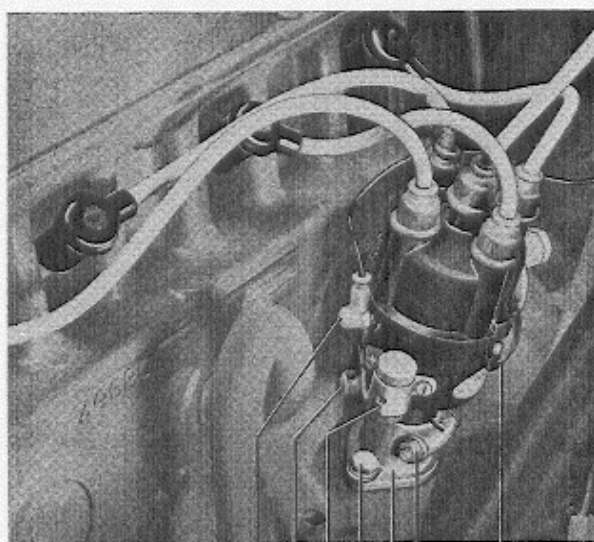

Abb. 67 Zündverteiler eingebaut
3. Das Zündspulenkabel 1, Abb. 67 lösen.
5. Die Schraube 6, Abb. 67, an der Verteilerstütze lösen und den Verteiler abnehmen.